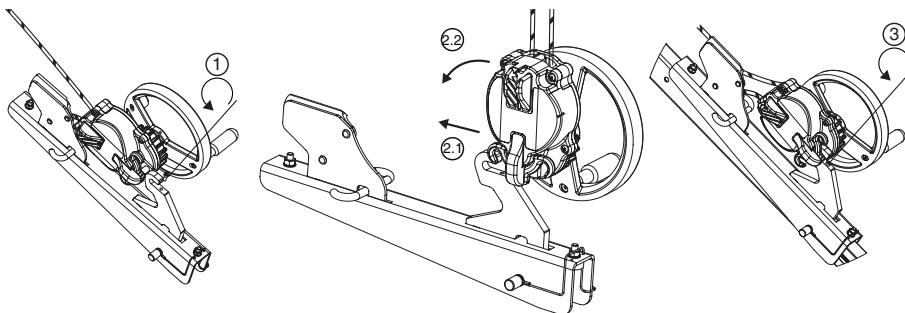

Fig. 8
#### 6.3.4. Appareil derope™ UP R (Fig. 8, 9 et 10)
L'appareil derope™ UP R doit être fixé sur la jambe du trépied tracpode de Tractel® comme indiqué sur la Fig.8. Toute autre fixation en un autre point du trépied tracpode de Tractel® est interdite.
1. Dévisser la vis de blocage du crochet d'accrochage de la console pour appareil derope™ UP R (Fig. 8, 1).
2. Mettre en place l'appareil derope™ UP R sur le crochet d'accrochage (Fig. 8, 2.1 – 2.2).
3. Revisser la vis de blocage afin d'empêcher l'appareil de se désolidariser de sa console (Fig. 8, 3) et vérifier qu'elle est bien mise en place et serrée.